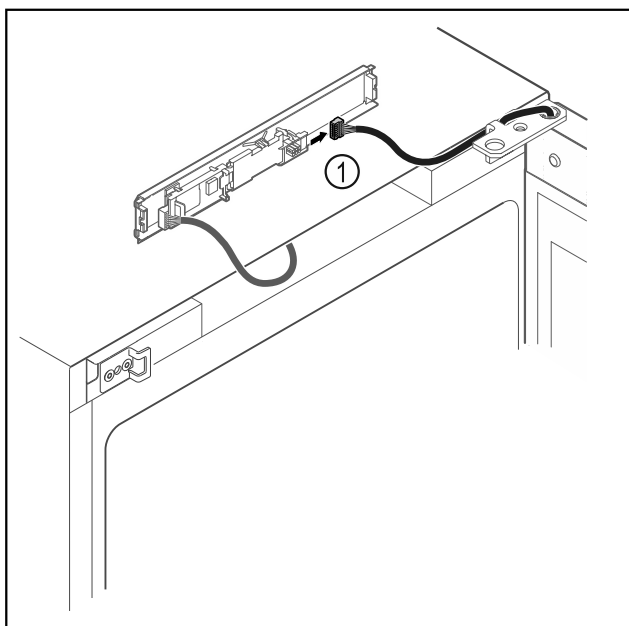

Fig. 16
- ▶ Shkëputni spinën Fig. 16 (1) nga qarku.